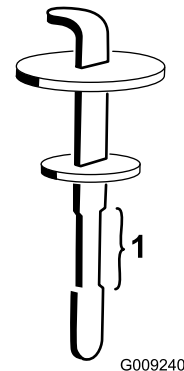

Рисунок 134
5. Извлеките масломерный щуп из заливной горловины и протрите его чистой ветошью. Вставьте масломерный щуп в заливную горловину; затем извлеките его и проверьте уровень жидкости (Рисунок 134).